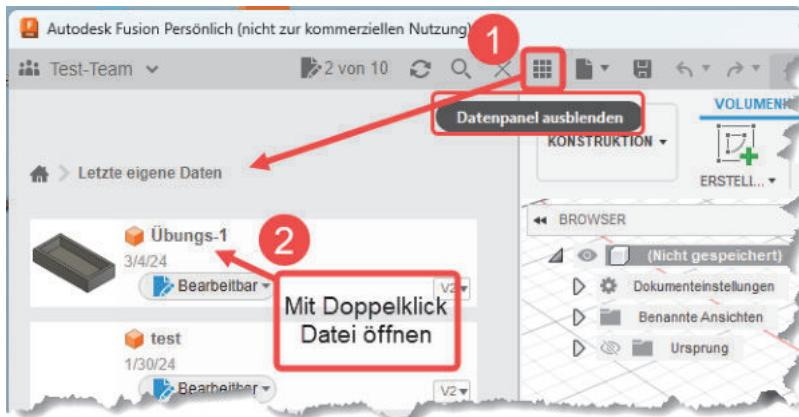

Abb. 1.17: Datei zur Bearbeitung öffnen
Zur Weiterbearbeitung einer gespeicherten Datei blenden Sie das DATENPANEL ❶ (Abbildung 1.17) ein und öffnen die Konstruktion dort mit einem Doppelklick ❷.